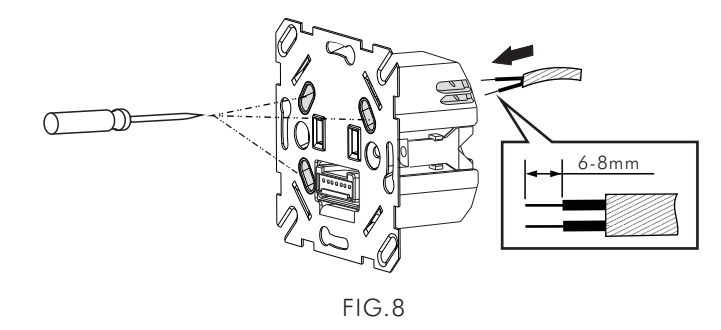

FIG. 8
- 3.4.1.2 Desatornille el terminal y consulte los diagramas de cableado (Ver FIG. 6-A a FIG. 6-B) para insertar los cables de fuente de alimentación en el conector correspondiente del terminal. Tenga en cuenta que debe quitar 6-8 mm del revestimiento del cable por la herramienta (Ver FIG. 8).